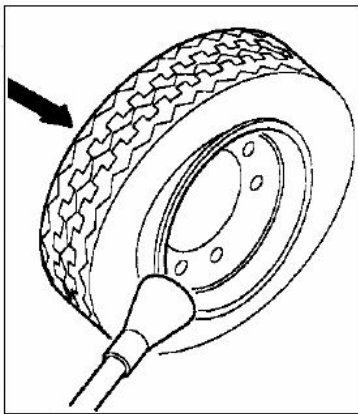

Рис.8
- Смажьте борта шины и края обода специальной смазкой и повторите процедуру отрыва борта изнутри колеса, используя внутренний вал, двигая ручку + зажим справа налево, пока зажим непрерывно вращается (по часовой стрелке). Продолжайте эту процедуру, следуя по контуру обода внутренним валом, пока борт не будет полностью оторван (Рис.8).